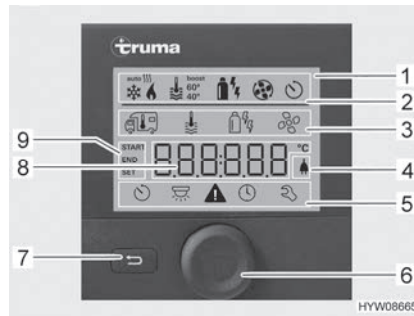
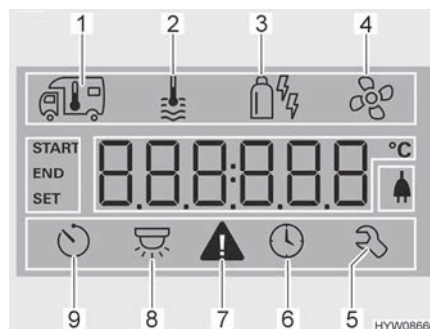

Bild 94 Kontrollenhet med indikeringar
Bild 95 Display (kontrollenhet)
- Statusrad (Bild 94,2)
- Övre menyrad (Bild 94,3)
- Indikeringsområde (Bild 94,8)
- Nedre menyrad (Bild 94,5)
- Tryck ned vrid-/tryckknappen (Bild 94,6) i ca. 3 sekunder. De båda menyraderna (Bild 94,3 och Bild 94,5) visas. Den första symbolen blinkar.
- Vrid vrid-/tryckknappen (Bild 94,6) tills den önskade menysymbolen blinkar.
- Tryck på vrid-/tryckknappen för att spara det inställda värdet. Om det ursprungliga värdet ändå inte ska ändras: Tryck på tillbakaknappen (Bild 94,7).
- Vrid vrid-/tryckknappen (Bild 94,6) tills menysymbolen värmesystem (Bild 95,1) blinkar.
- Tryck på vrid-/tryckknappen för att spara det inställda värdet. Symbolen i statusraden (Bild 94,2) blinkar tills den inställda rumstemperaturen är uppnådd. Om det ursprungliga värdet ändå inte ska ändras: Tryck på tillbakaknappen (Bild 94,7).
- Vrid vrid-/tryckknappen (Bild 94,6) tills menysymbolen varmvatten (Bild 95,2) blinkar.
- Tryck på vrid-/tryckknappen för att spara det inställda värdet. Symbolen i statusraden (Bild 94,2) blinkar tills den inställda varmvattentemperaturen är uppnådd. Om det ursprungliga värdet ändå inte ska ändras: Tryck på tillbakaknappen (Bild 94,7).
- Vrid vrid-/tryckknappen (Bild 94,6) tills menysymbolen driftläge (Bild 95,3) blinkar.
- Tryck på vrid-/tryckknappen för att spara det inställda driftläget. Om det ursprungliga värdet ändå inte ska ändras: Tryck på tillbakaknappen (Bild 94,7).
- Vrid vrid-/tryckknappen (Bild 94,6) tills menysymbolen fläkt (Bild 95,4) blinkar.
- Vrid vrid-/tryckknappen (Bild 94,6) tills menysymbolen timer (Bild 95,9) blinkar.
- Tryck på vrid-/tryckknappen. Timern är aktiverad. Symbolen timer (Bild 95,9) blinkar när timern är programmerad och aktiv.
Vid en varning blinkar varningssymbolen (Bild 95,7). Värmesystemet fortsätter att vara igång. Om de bara rör sig om ett temporärt fel så släcks varningssymbolen av sig själv.